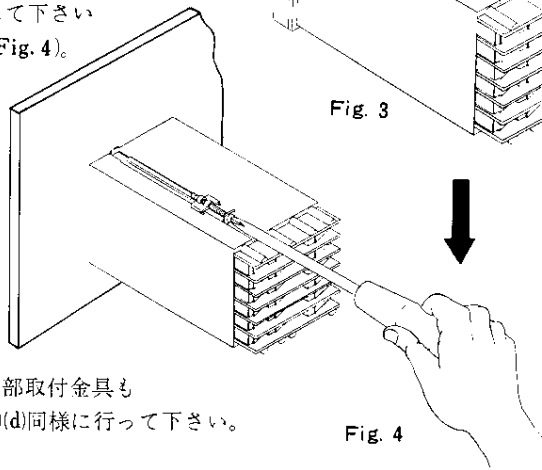

Fig. 4
- 取付金具押えねじを取付金具の後から④ドライバーで締めつけて終了です。取付金具は締めすぎないようにして下さい(Fig.4)。